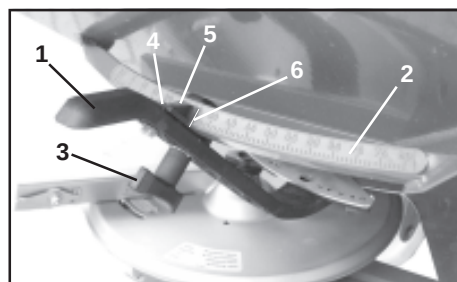

Fig. 9.5
- Sechskant-Schraube (9.5/4) lösen. Den Zeiger (9.5/5) auf den Skalenwert "8" ausrichten und mit Sechskant-Schraube feststellen. Ablesekante des Zeigers ist Fig. 9.5/6.